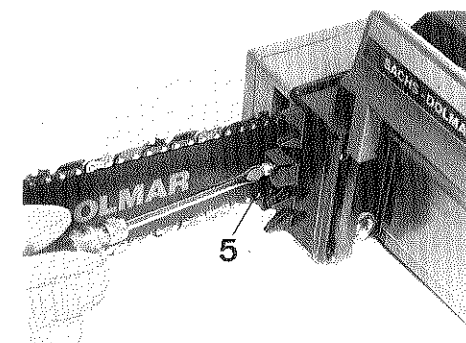

Bild 4
First unplug the cable from the mains. The hexagonal nut (1) should not be too tight. The chain is tensioned by turning the tensioning screw (5) to the right (fig. 4). A correctly tensioned chain does not sag and can be easily moved by hand along the guide bar. To check, lift the chain upwards in the middle of the bar - there should be a 3 mm gap between the bottom of the side links and the guide bar. When tightening the chain, lift up the nose of the guide bar slightly and then tighten the hexagonal nut (1). Thereafter re-check the chain tension. Note: check the chain tension often. A new chain should have a tension check after a few cuts.
Avant tout, débrancher le câble du secteur. L'écrou 6 pans ne doit pas être trop serré. La tension de chaîne est obtenue en vissant la vis de tension (5) vers la droite (fig. 4). Une chaîne bien tendue ne doit pas pendre, mais l'on doit cependant pouvoir facilement la mouvoir sur le guide à la main. Pour vérifier, soulever la chaîne au milieu du guide, il doit y avoir une tolérance de 3 mm, entre la partie inférieure des maillons d'entraînement de la chaîne, et le guide-chaîne. En serrant la chaîne, soulever légèrement l'embout du guide, puis serrer à fond l'écrou 6 pans (1). Puis reconstrôler la tension de chaîne. Nota: il convient de contrôler souvent la tension de chaîne, surtout lorsque la chaîne est neuve, parce qu'elle a tendance à s'allonger au début.